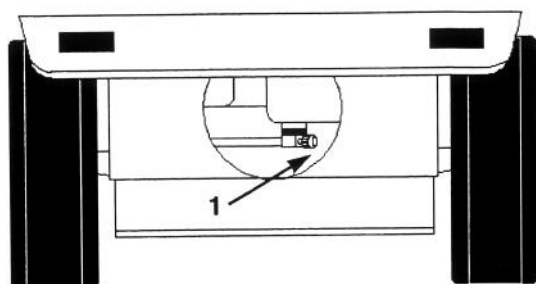

Figure 26
2. Fermer le robinet d'arrêt de carburant au réservoir de carburant (Fig. 26).
4. Pincer les extrémités des colliers de serrage et les éloigner du filtre (Fig. 26).
7. Ouvrir le robinet d'arrêt de carburant au réservoir de carburant (Fig. 26).